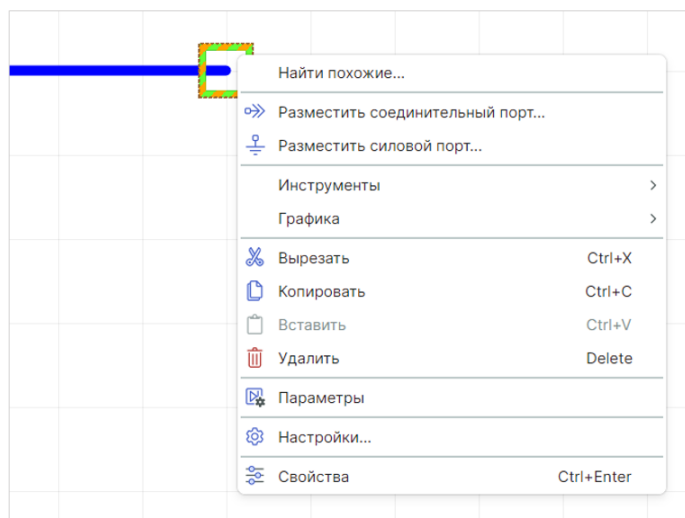

Рис. 129 Контекстное меню для свободного окончания цепи
2. Вызовите контекстное меню для свободного окончания цепи и выберите тип размещаемого порта, см. Рис. 129.